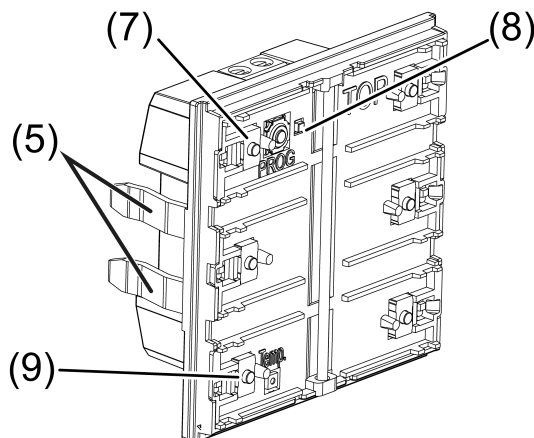

Figura 3: Sensore a pulsante
- i** Durante l'installazione del sensore a pulsante, la scritta TOP deve trovarsi in alto. (Vedi figura 3)